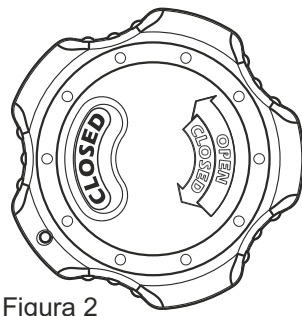

Figura 2
- 5.3 Montar el escudo exterior con el visor permitiendo la lectura "CLOSED", figura 2.